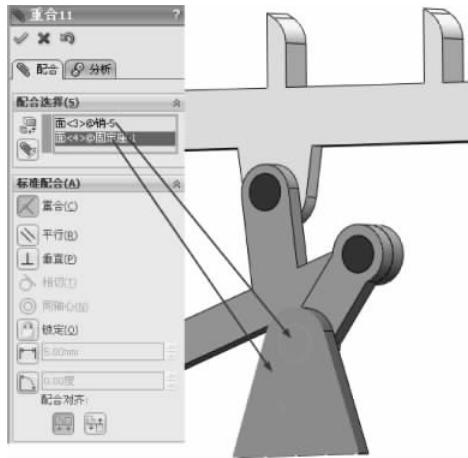

图 3-235 重合配合
(24) 继续进行配合约束,选择【标准配合】选项组下的【重合】配合类型  ,在【要配合的实体】选择框 中选择如图 3-235 所示的面,其他保持默认,单击【确定】按钮 ,完成重